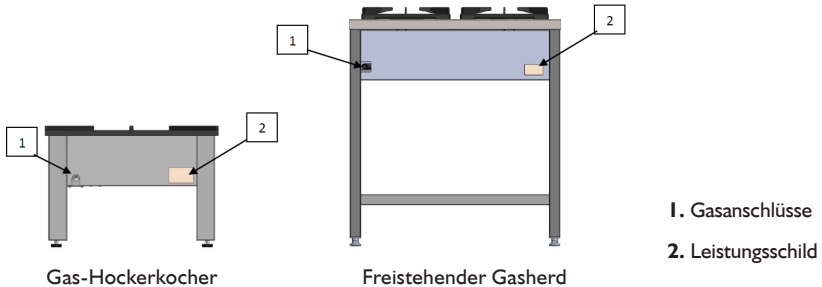
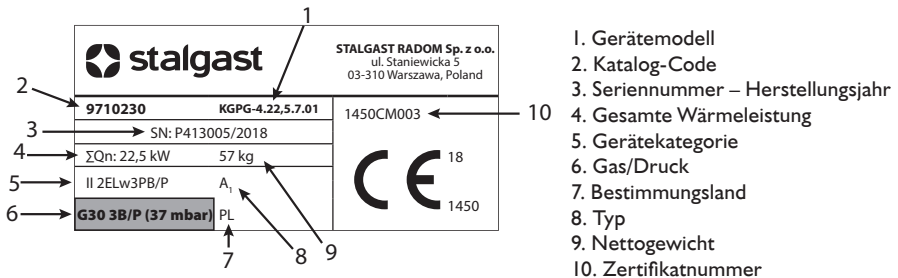

Bild 15. Die Ansicht des Gerätes von hinten.
Bild 17. Beispielhaftes Leistungsschild
- Erdgas-Herde (2E; 2H; 2LW; 2L) sollten an die Gasinstallation innerhalb des Hauses auf steife Weise oder mit Hilfe der elastischen Metallleitungen, die das aktuelle Sicherheitszeichen besitzen angeschlossen werden. Der Herd hat Gasanschlüsse mit dem Gewinde R 1/2" (Bild 15 Pos.1)
Der Herd für die Verbrennung des Propan-Butan-Gases wird auf die Verbrennung des Erdgases umgestellt. Nach der Beendigung der Umstellung klebt man die den Düsen beigefügten Aufkleber **G20 2E (20mbar)** auf den Leistungsschild auf (Bild 15, Pos. 1, Bild 17), das sich am Herd und auf der Garantiekarte befindet